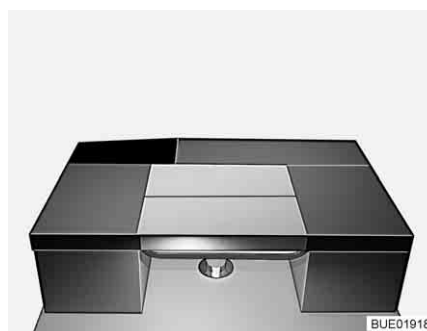

Fig. 145 Dopo la trasformazione
- Posizionare il cuscino dello schienale dei sedili trasversalmente sul tavolo (vedi Fig. 145).